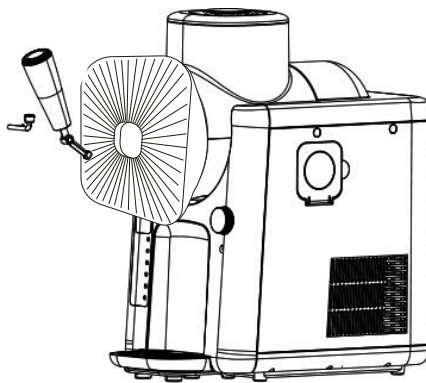

Fig. 4
11. Plaats de kraan in de opening en zet deze vast door de borgpen erin te steken (afb. 4). Zorg ervoor dat de uitstroomopeningen en de kraanhendel op één lijn liggen. Plaats vervolgens de borgpen en draai deze totdat de kleine zijpen in de opening van het apparaat past. Als de witte zuiger niet correct in de tapopening zit en het plaatsen van de kraan verhindert, volg dan de instructies in het hoofdstuk 'Reiniging en onderhoud'.